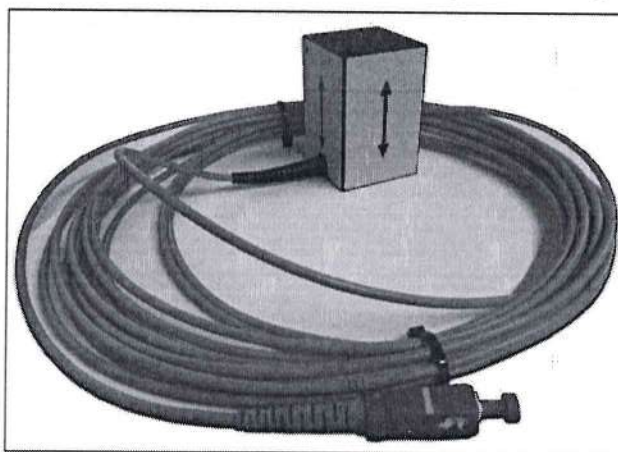

Рисунок 2 — Внешний вид ASTRO A554
2.4.1 Измерение ускорения датчиком происходит в направлении, указанном стрелкой на корпусе датчика (см. рисунок 2).